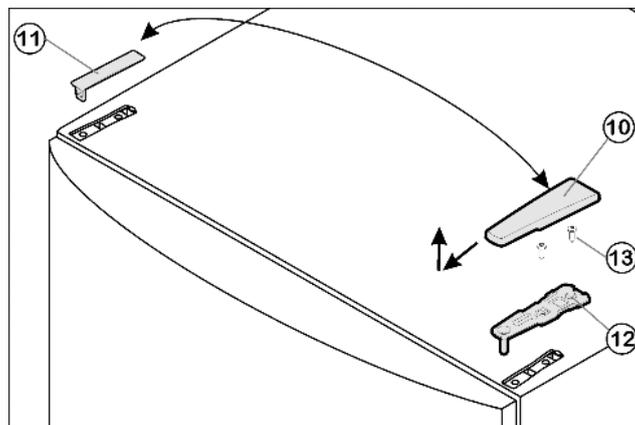

Fig. 4
- ▶ Потяните крышку Fig. 4 (10) вперед и вверх.
- ▶ Снимите крышку Fig. 4 (11).
- ▶ Открутите верхний опорный кронштейн Fig. 4 (12) (2 шт. Torx® 25) Fig. 4 (13) и вытяните вверх.
- ▶ Установите верхний опорный кронштейн Fig. 4 (12) на новой стороне шарнира и защелкните в дверце.
- ▶ Прикрутите верхний опорный кронштейн Fig. 4 (12) (**с моментом 4 Нм**) (2 шт. Torx® 25) Fig. 4 (13). При необходимости проделайте отверстия или используйте аккумуляторную отвертку.
- ▶ Защёлкните крышку Fig. 4 (10) и крышку Fig. 4 (11) на противоположной стороне.